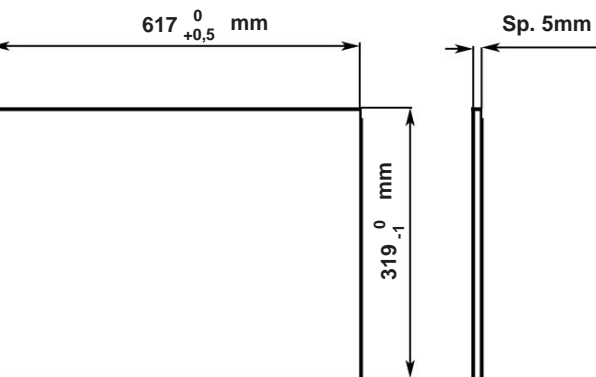

Fig. 2
- El aparato tiene que ser utilizado sólo si completo de su vidrio de protección. Es un vidrio templado químicamente (fig.2).
- L'apparecchio deve essere utilizzato solo se completo del suo schermo di protezione. Trattasi di vetro temperato sodico-calcico (Fig.2).